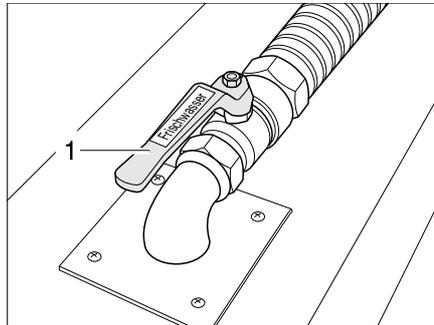

Bild 226 Ablaufhahn im Doppelboden
Der Ablaufhahn (Bild 226,1) ist im Doppelboden angebracht. Der Ablaufhahn ist durch den Schriftzug "Frischwasser" gekennzeichnet.
- Ablaufhahn (Bild 226,1) öffnen. Das Wasser läuft ab.